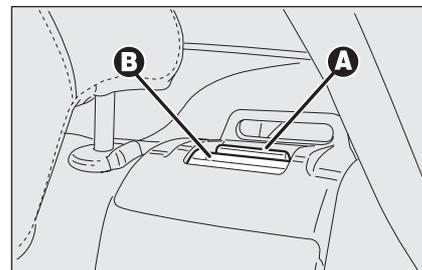

fig. 29
- sollevare la leva **A-fig. 29** e ribaltare lo schienale del sedile posteriore in avanti (il sollevamento della leva è evidenziato da una "banda rossa" **B**;